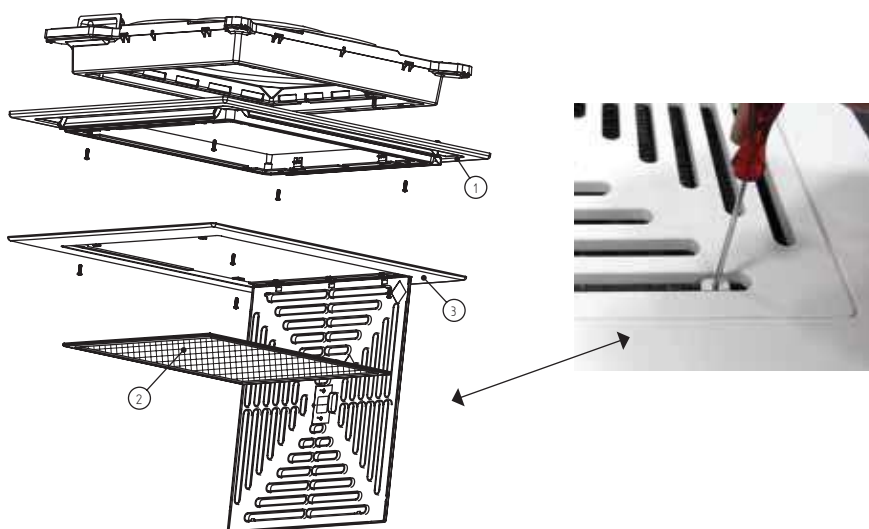

Fig. 5
- Fixer le groupe grille de soufflage (Fig. 5, point 1) par les 4 vis M4 en dotation, pour ESTUCS/M 600 et ESTUCS/HM 600 vous pouvez vous référer au Par. 6.4.1;
- Insérer le filtre de l'air (Fig.5, point 2);
- Fixer le groupe grille de aspiration par les 4 vis en dotation (Fig.5, point 3).